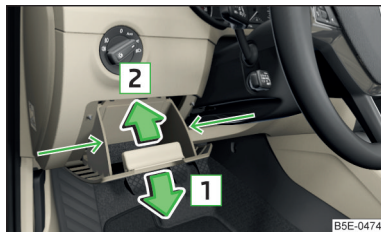

Fig. 238
- Agarre el compartimento guardaojtos por el lateral en la zona de la flecha » **fig. 238.**